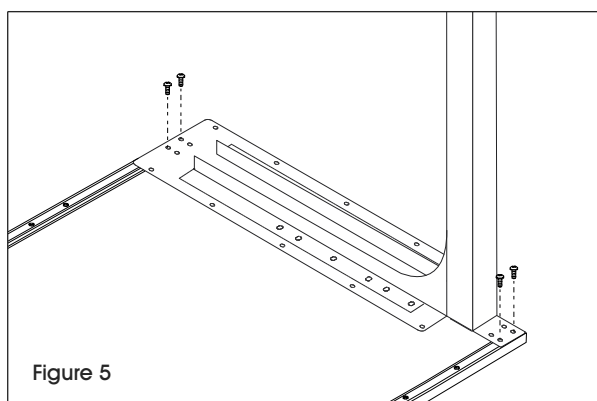

Figure 5
2. Sécurisez le pied en L (6) avec quatre boulons de 1/4 po-20 x 5/8 po. Des douilles filetées sont fournies. (Voir Figure 5)